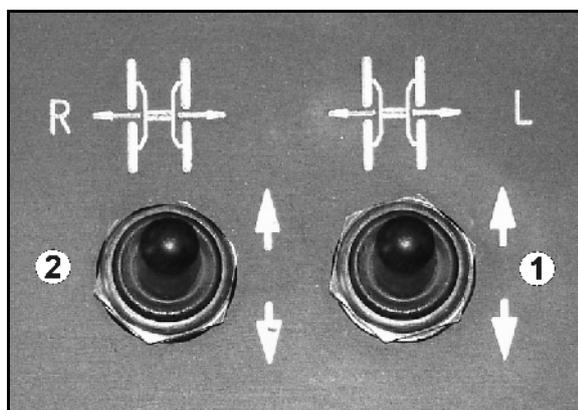

Fig. 36
- Schalter (Fig. 36/1) zur Verstellung des linken Pendelgestelles.
- Schalter (Fig. 36/2) ist für die Verstellung des rechten Pendelgestelles.